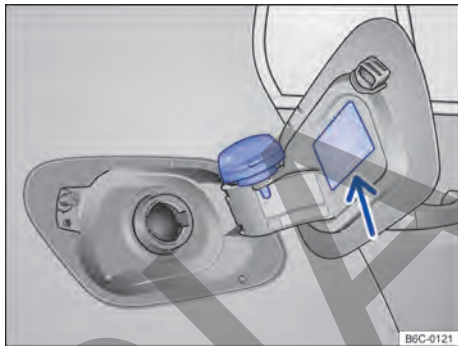

Fig. 155 Portezuela del depósito de combustible abierta con el tapón de cierre del depósito de combustible colgado.
- Retirar la tapa del depósito girándola en sentido antihorario y encajarla en el soporte de la portezuela del depósito → fig. 155.